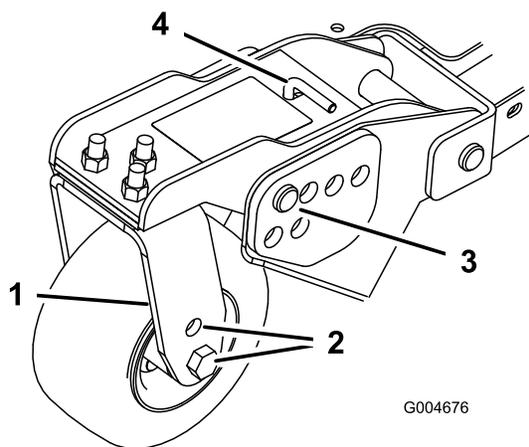

Figura 23
1. Coloque os eixos da roda giratória nos mesmos orifícios em todas as forquilhas da roda giratória (Figura 21 e Figura 23). Consultar o quadro seguinte para determinar quais os orifícios adequados para cada posição.
4. Retire o contrapino tipo grampo e o pino de segurança dos braços articulados da roda giratória (Figura 23).
5. Rode a barra tensora para levantar ou descer o braço articulado, até os orifícios se encontrarem alinhados com a altura desejada dos orifícios da altura de corte na estrutura da unidade de corte (Figura 23 e Figura 24).